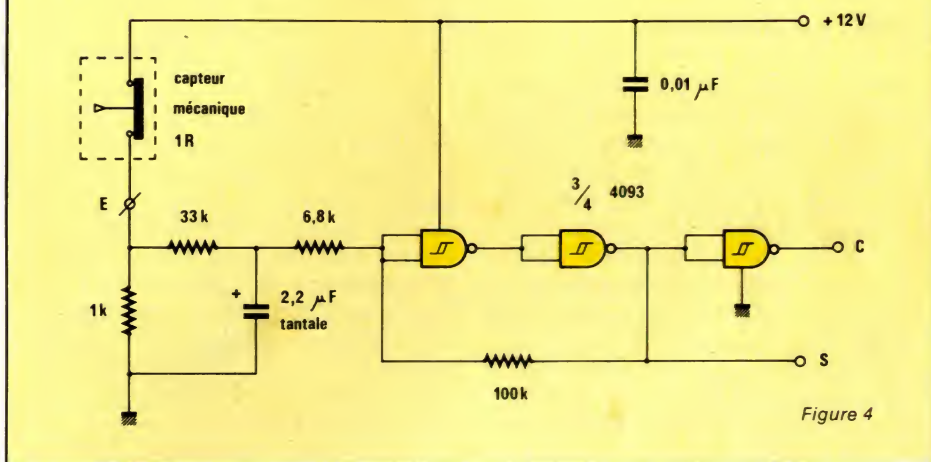

Figure 4
Un dernier montage, pratiquement de fonctionnement équivalent au précédent est donné à la figure 4. Nous utilisons cette fois-ci des circuits intégrés CMOS de type 4093, quadruple NAND deux entrées, trigger de schmitt.
- Les deux contacts P₁₃ et P₁₂ sont connectés en série. Dès lors il est clair que si tout est correct, le contact P₁₃ est fermé puisqu'une pression suffisante d'air enclenche le 1^{er} seuil du pressostat, et le contact P₂₂ reste fermé puisqu'aucune suppression ne vient enclencher le 2^e seuil. L'entrée P du 1^{er} seuil étant reliée au + alimentation, en l'absence de défaut on retrouve la même tension sur la borne 22. Il suffit donc de relier cette borne à l'entrée d'un circuit anti-rebonds comme celui donné à la figure 4 et de connecter la sortie complémentaire à un amplificateur type «TOTEM POLE» commandant un buzzer de puissance.